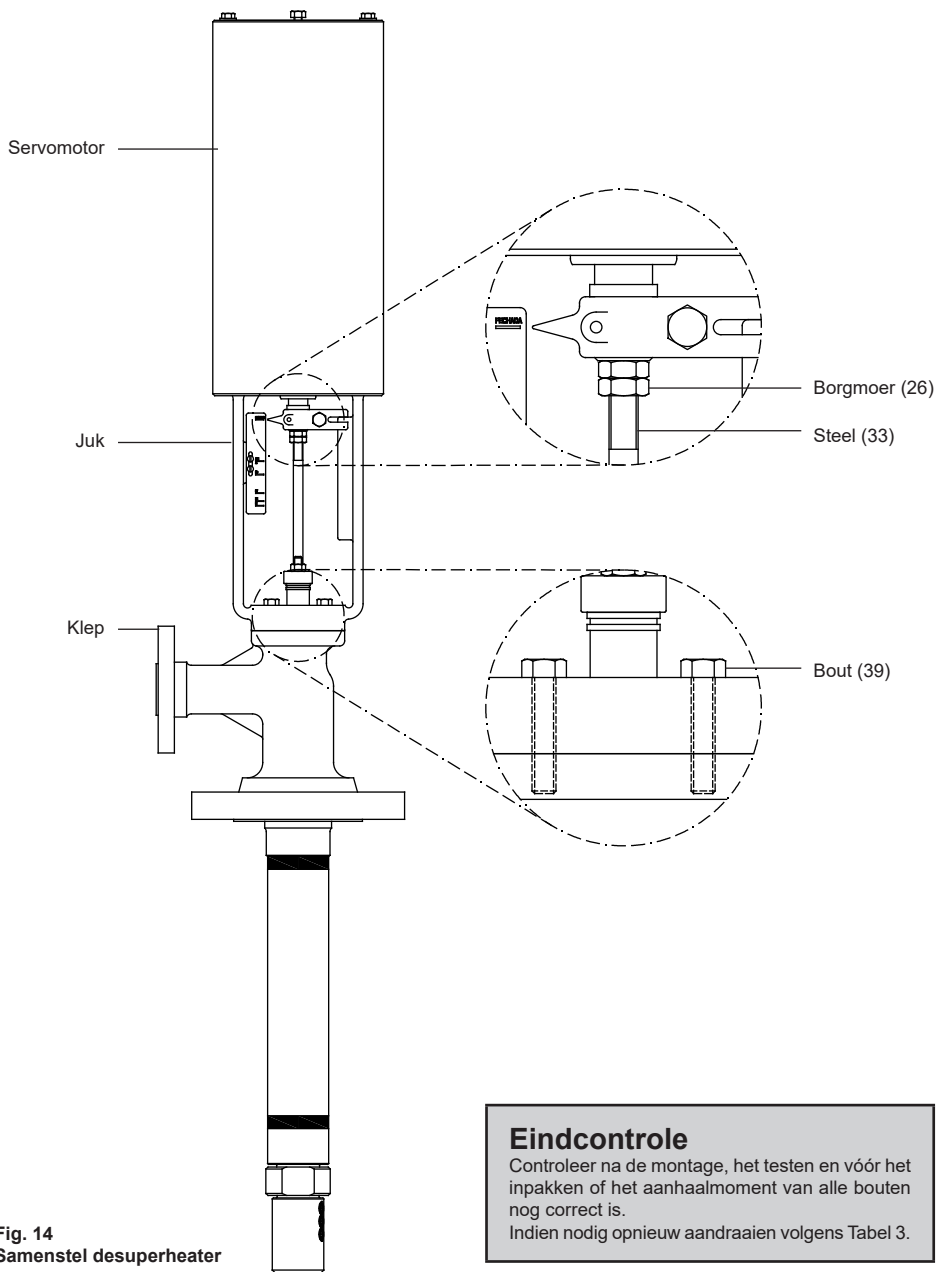

Fig. 14
- Breng op grafiet gebaseerd vet NEVER SEEZ PURE NICKEL SPECIAL aan op de schroefdraad van de bout (24).
- Trek de cilinder (1) verticaal tot de splitring (23) in het deksel (19) past en zet ze vast met de bout (24). Draai vast met het koppel uit tabel 3.
- Monteer de slagindicator (14) in de stang (12) en borg deze met de bout (15) en draai deze vast met het koppel uit tabel 3.
- Monteer het naamplaatje van de slag (17) in het juk (19) met de bouten (16) en draai deze vast met het koppel uit tabel 3.
- Steek de blindbout (3) in het cilinderdeksel (2).
- Schroef de klepstang/kegelcombinatie (33) in de actuatorstang (12) tot er enige mechanische weerstand voelbaar is door de afdichting van de klep (35) op de zitting.
- Breng op de schroefdraad van de bouten (39) grafiëtvet aan dat NEVER SEEZ PURE NICKEL SPECIAL bevat.
- Koppel de actuator aan de klep met de bouten (39). Draai vast met het koppel uit tabel 3.
- Pas de slag aan volgens het type sproeier en volg hierbij de volgende stappen: voed (onder druk zetten) de aandrijving tot de slagindicator op één lijn staat met de letter die overeenkomt met de slagpositie - volgens het specificatieblad. Onderbreek de toevoer van de actuator (drukloos maken) en controleer of de slagindicator is uitgelijnd met de letter "F" (gesloten). Als dit niet het geval is, draai dan de klepsteel (33 op afbeelding 14) 2 slagen per keer door de borgmoeren. Als het klopt, vergrendel dan de klepstang met de borgmoer op de actuatorstang, anders herhaalt u de procedure totdat het klopt.